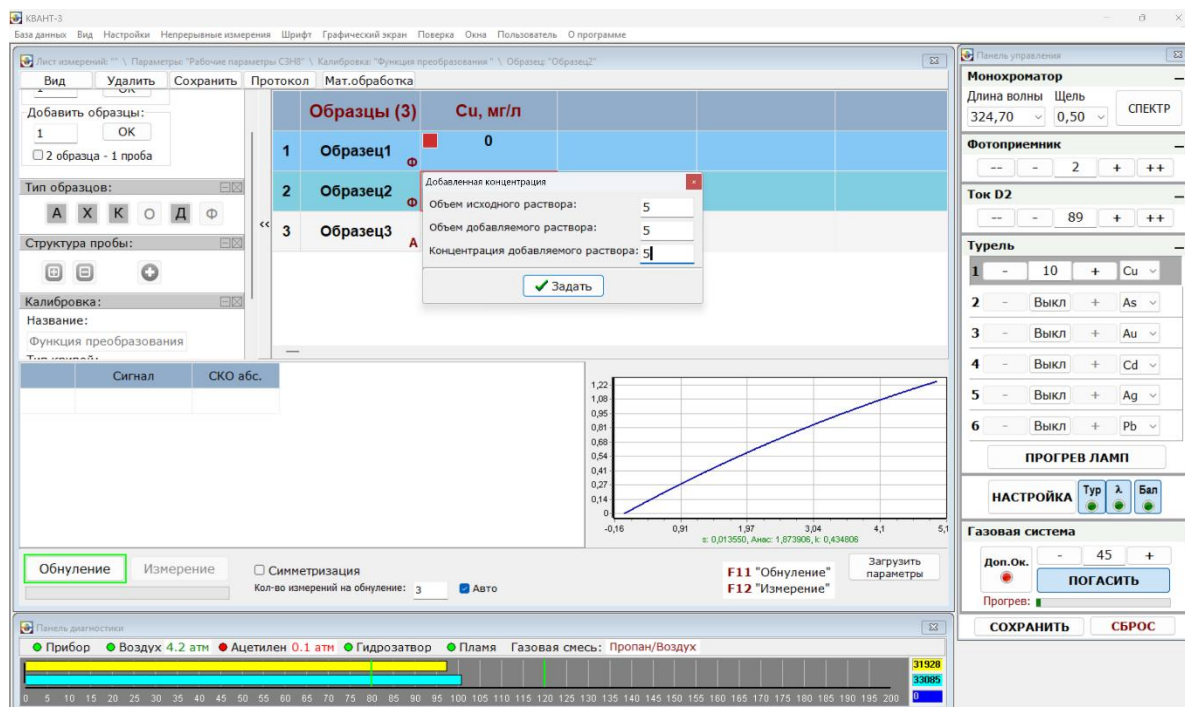

Рис. 35 Указание образца с добавкой
6. В ячейку для измерений **Образца 2** ввести значения добавки, подвести курсор к ячейке, нажать два раза левую кнопку мыши, в появившемся окне для второго образца ввести значения **выбранной добавки** рис.35.